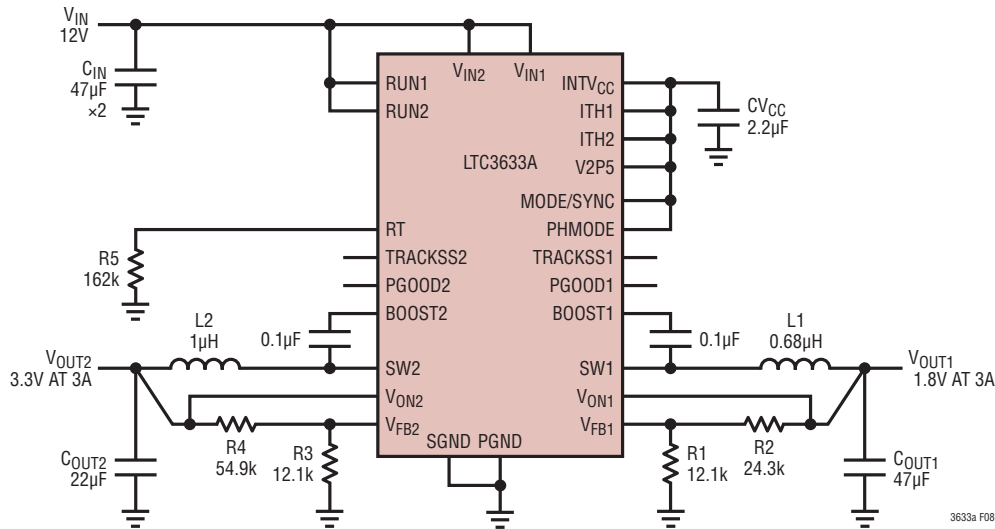

図8. 設計例の回路
- 3) 抵抗分割器(たとえば、図8のR1~R4)は、C_{OUT}の(+)電極とSGNDの近くに終端しているグラウンド・ラインとの間に接続する必要があります。帰還信号V_{FB}は、SWラインのようなノイズの多い部品やトレースから離して配線し、帰還信号のトレースはできるだけ短くします。さらに、R_T抵抗とループ補償部品はSGNDに終端します。
最終的な回路を図8に示します。